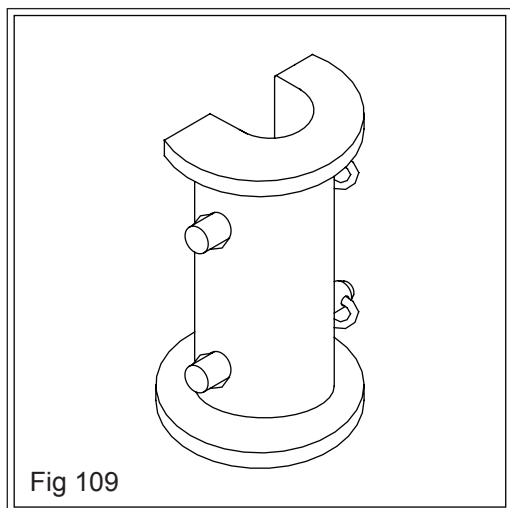

Fig 109
- a) Primeiramente levante a plantadora utilizando o comando do cilindro hidráulico, em seguida trave o cilindro utilizando a trava (Fig. 109)